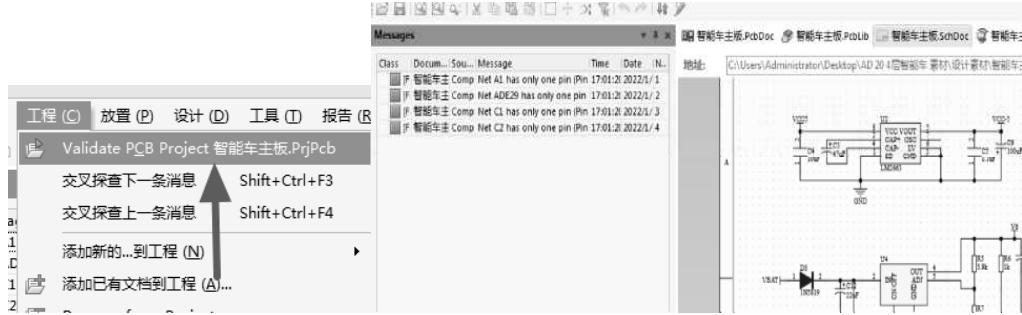

图 14-2 编译与编译报告
(1) 编译项设置之后即可对原理图进行编译，执行菜单命令“工程-Validate PCB Project 智能车主板.PrjPcb”，即可完成原理图编译，如图 14-2 中左图所示。
(2) 在界面的右下角执行命令“Panels-Messages”，显示编译报告。双击红色报告，可以自动跳转到原理图相对应的存在问题的地方，将存在的问题记录下来，提交给原理图工程师进行确认并更正，如图 14-2 中右图所示。